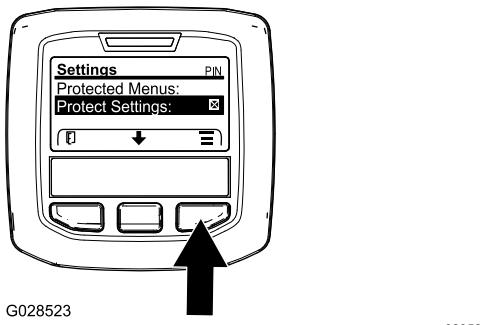

Figure 12
1. Dans le MENU PRINCIPAL, appuyez sur le bouton central pour naviguer jusqu'au menu RÉGLAGES, puis appuyez sur le bouton droit (Figure 12).